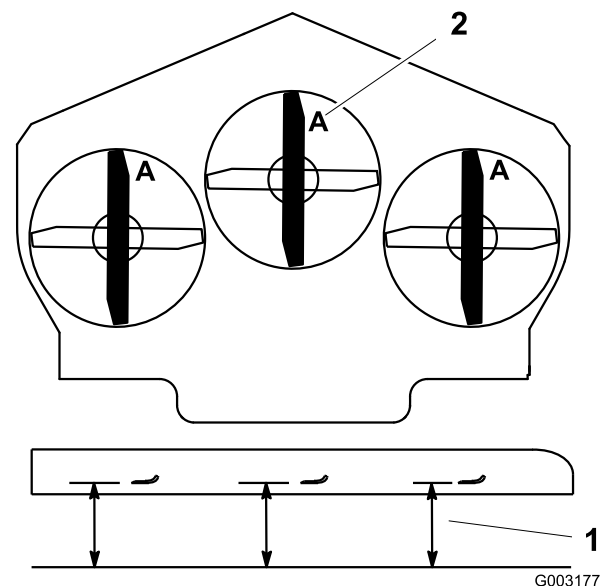

Figure 86
3. Tournez les lames dans le sens longitudinal (Figure 86). Mesurez la distance entre la surface plane et le tranchant (position **A**) des lames (Figure 86). Notez cette valeur.